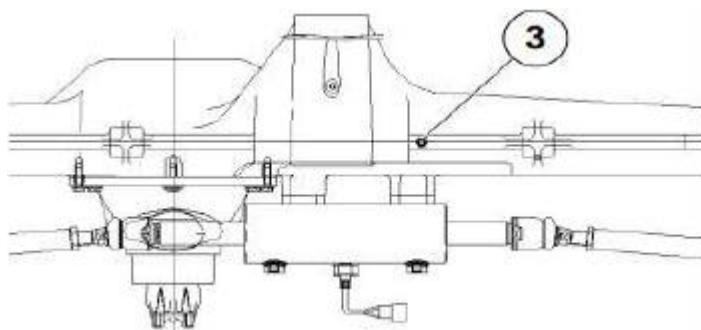

Рисунок 5.31 Сапун переднего моста
- ▶ Очистите сапун 3 и поверхность вокруг него см. рис. 5.31.